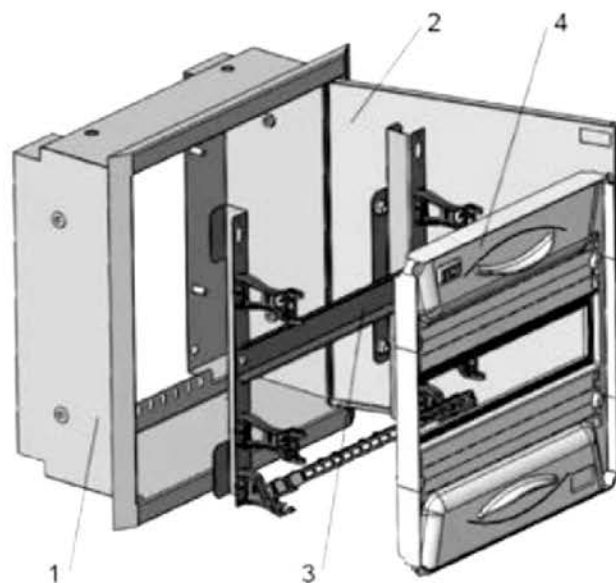

Рисунок 1 – Состав изделия
4.1 Корпус металлический ЩРВ серии PRO (рисунок 1) конструктивно состоит из оболочки (1) с открывающейся дверью (2), монтажной рамы (3) и оперативной панели (4).